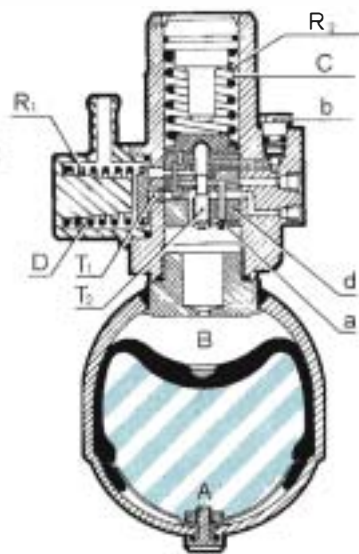

Figure 15.20 • Accumulation-disjonction (document Citroën).
• **Accumulation-disjonction** (figure 15.20). La vis de purge est fermée progressivement, la pression croît simultanément dans les chambres A, B et C. La chambre D, en communication avec le réservoir, reste toujours à la pression atmosphérique.